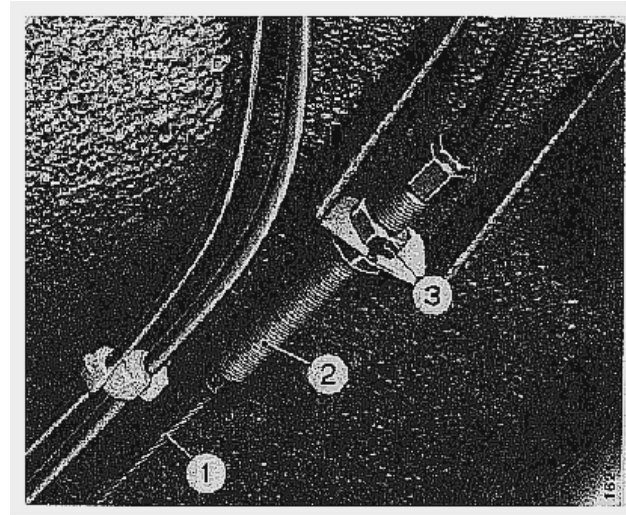
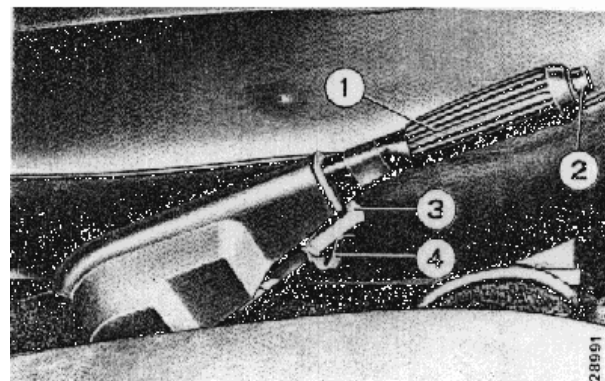

Fig 2 - Tendeur de réglage du câble de frein à main
Fig 3 - Levier de frein à main
- Desserrer l'écrou et le contre-écrou ((3) fig.2) (selon le type de réglage) ((2) fig.2)
- Agir sur le tendeur ou bien décrocher le ressort de retenue ((4) fig3)
- Serrer l'écrou de réglage ((3) fig2) jusqu'à ce que les roues arrière soient bloquées
4. Ressort de positionnement de l'écrou (3)
- Serrer l'écrou ou le tendeur dans la position voulue à l'aide du ressort de retenue (4) fig 3 ou le contre-écrou (3 fig 2) .